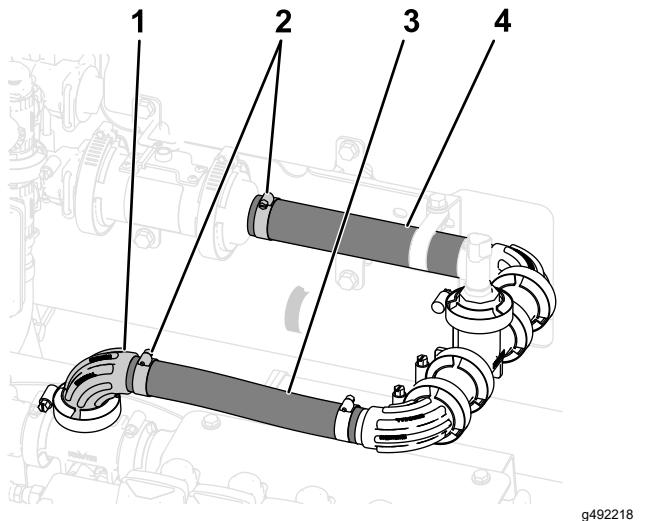

Bild 51
3. Ziehen Sie die Schlauchklemme an, mit der der Schlauch (1" x 7-1/4") am gezahnten Flanschanschlussstück befestigt ist, den Sie in Montieren des Druckwandlers an der Maschine \(Seite 24\) montiert haben, siehe Bild 51.